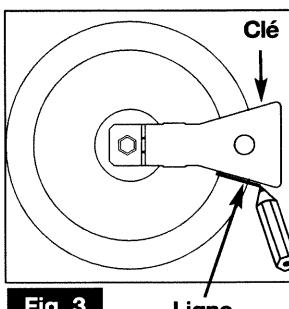

Fig. 3
- ⇒ Tracez une ligne sur la plaque d'âtre à l'aide d'un crayon à l'endroit indiqué (**fig. 3**).